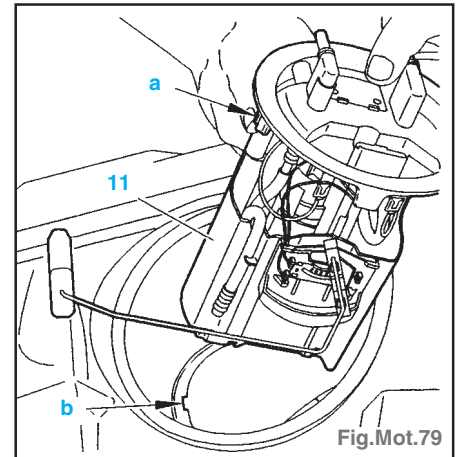

Fig.Mot.79
- Reposer l'ensemble pompe et jauge (11) et l'écrou (10) en faisant coïncider l'ergot «a» avec l'encoche «b» (Fig.Mot.79).